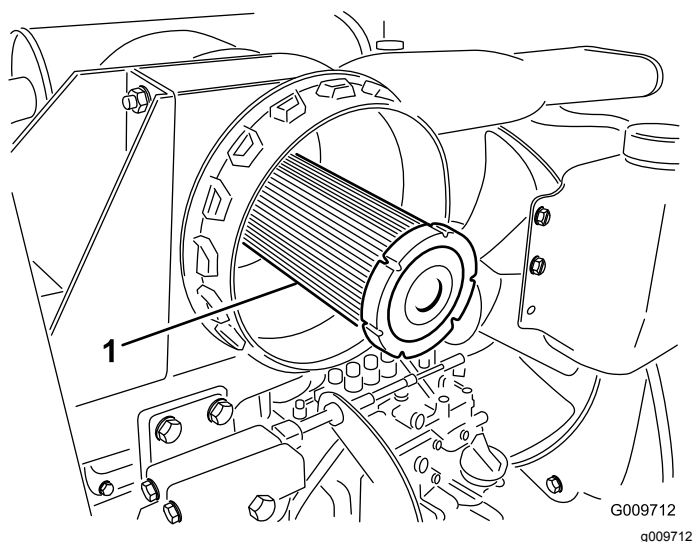

Figure 90
**Important:** N'essayez jamais de nettoyer l'élément de sécurité (Figure 90). Remplacez l'élément filtrant de sécurité une fois sur trois, quand vous effectuez l'entretien du préfiltre.